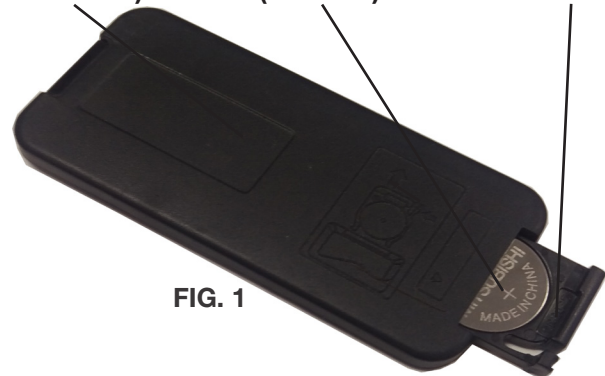

FIG. 1
2. Pour retirer le support de la batterie, tournez la télécommande sur le côté avant et appuyez sur le levier latéral gauche vers le centre tout en tirant le support de batterie à l'aide de la fente fournie (FIG. 1).